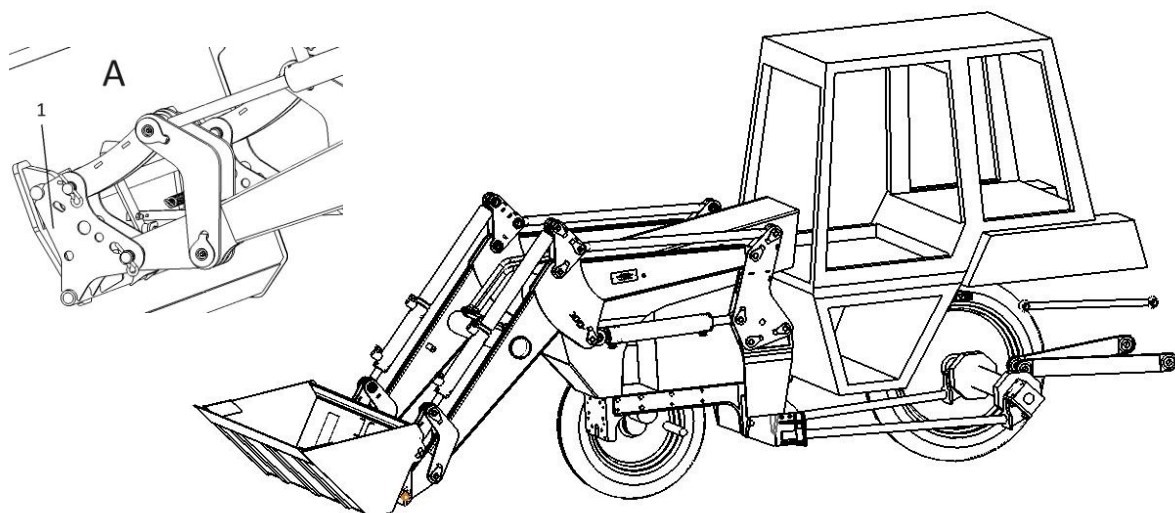

Рис.1 Общий вид погрузчика П320-А
Погрузчик на МТЗ-320 (рис.1) предназначен для погрузки различных грузов (бытового мусора, сена, соломы, навоза, минеральных удобрений, песка и т.п.) в транспортные средства, смесительные установки и машины для внесения удобрений, для механизации внутри складских работ с затаренными и незатаренными минеральными удобрениями, а также для выполнения легких планировочных работ.
3.1. Погрузчик (см. рис.1) состоит из навесного устройства, закрепляемого на тракторе, быстроръемного подъемного устройства, гидросистемы и набора сменных рабочих органов.